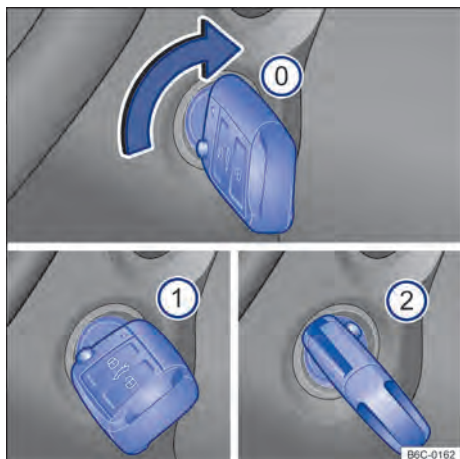

Fig. 82 Ao lado do volante, à direita: posições da chave do veículo no cilindro da ignição.
Posições da chave do veículo → **Fig. 82**
- ① Ignição desligada. A chave do veículo pode ser retirada.
- ② Ignição ligada.
- ③ Pisar no pedal do freio (*veículos com transmissão automática*), ou no pedal da embreagem (*veículos com transmissão manual*) e ligar o motor. Quando o motor pegar, soltar a chave da ignição. Ao soltar, a chave do veículo retorna à posição → **Fig. 82** ①.
- *Veículos com cilindro da ignição:* girar a chave do veículo na posição → Fig. 82 ①. A ignição está ligada. Nesse instante a luz de controle do sistema de partida aquecida  irá se acender no instrumento combinado. Aguardar que a luz de controle  se apague indicando o término do aquecimento do combustível (esta ação poderá ser necessária em condições de partida com o motor frio).
- *Veículos com cilindro da ignição:* girar a chave do veículo no cilindro da ignição para a posição → Fig. 82 ② – não acelerar. Quando o motor começar a funcionar, soltar a chave do veículo no cilindro da ignição.
- *Veículos com cilindro da ignição:* girar a chave do veículo no cilindro da ignição na posição → Fig. 82 .